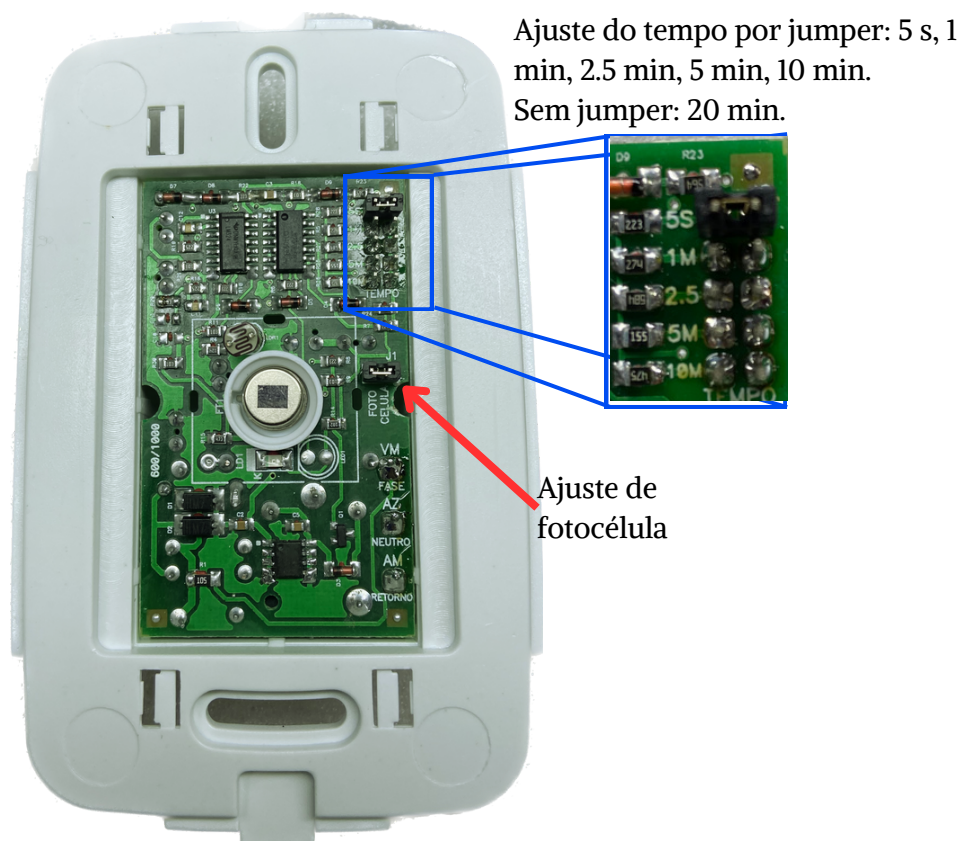
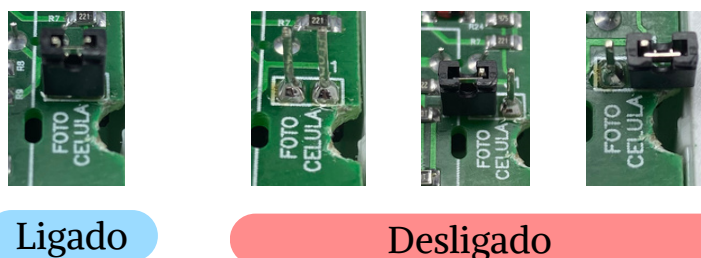

Figura 3
Figura 4
5. Mantenha o *jumper* do tempo no mínimo (figura 3) e a fotocélula desligada (figura 4);
8. Ajuste o tempo conforme a figura 3;
- Ligue a fotocélula de acordo com a figura 4;